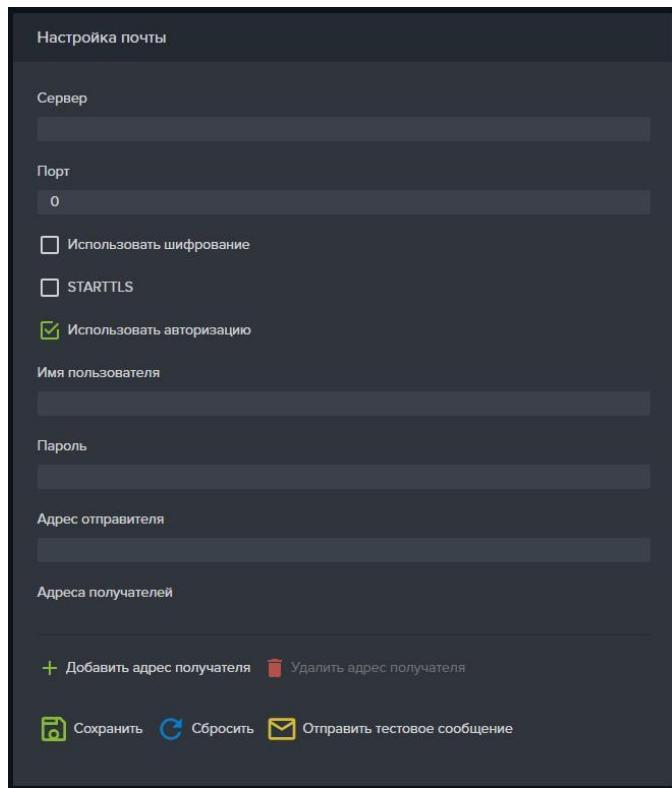

Рисунок 24 – Настройки почты
1. Перейдите на вкладку меню «Настройки» → «Почта» (см. Рисунок 24).